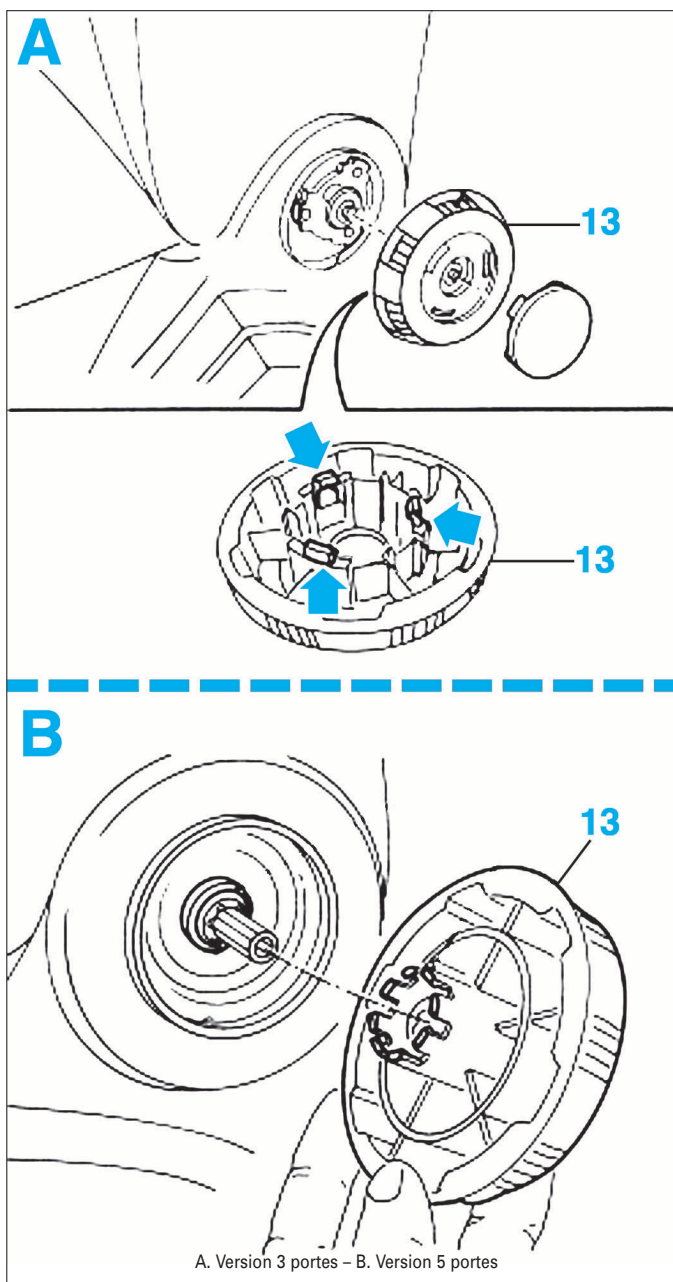

FIG. 14
- Décliper la molette de réglage (13) de l'inclinaison du dossier (Fig.14).